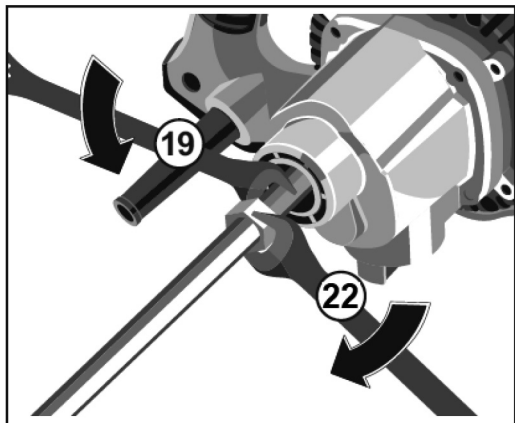

Рис. 2
- Соедините насадку с миксером, закрутив резьбовое соединение по часовой стрелке (рис. 2). Используйте гаечные ключи 19мм и 22мм (входят в комплект) для надёжной фиксации насадки.
Переходник устанавливается аналогично креплению насадки с резьбой M14 (рис. 2).